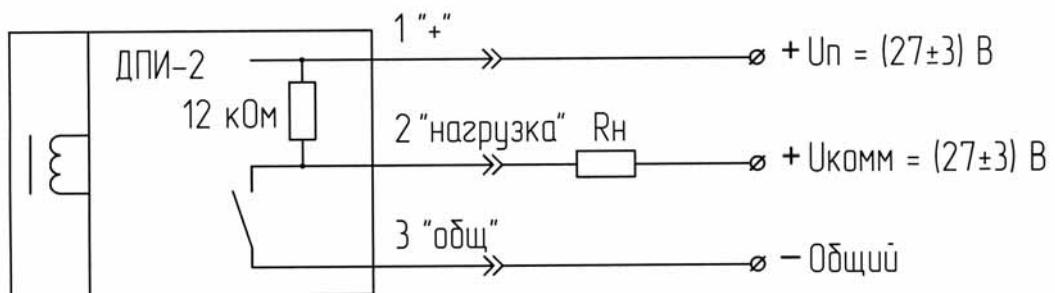
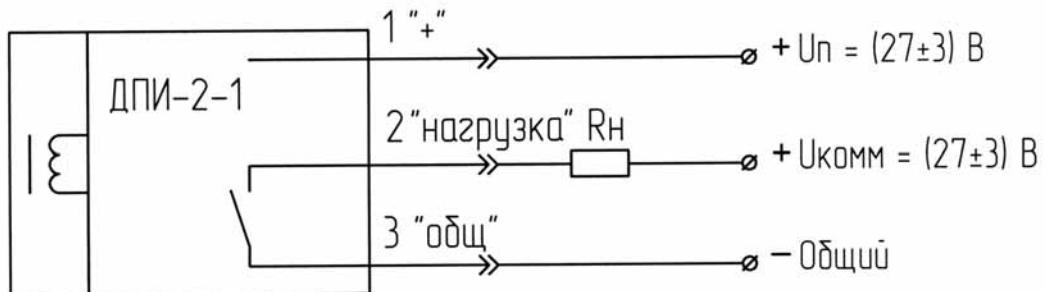

Рис. 3
Рис. 4
Датчик подключается по трехпроводной линии связи. Питание датчика осуществляется от сети постоянного тока по двум проводам, нагрузка подключается между контактом «нагрузка» и общим проводом питания согласно схемам соединений, приведенным на рис. 3 и рис. 4.
- при приближении металлического объекта к торцу датчик переходит в состояние «замкнуто», при этом замыкаются контакты 3 «общ» и 2 «нагрузка» (рис. 3 и рис. 4), значение тока I_3 ;